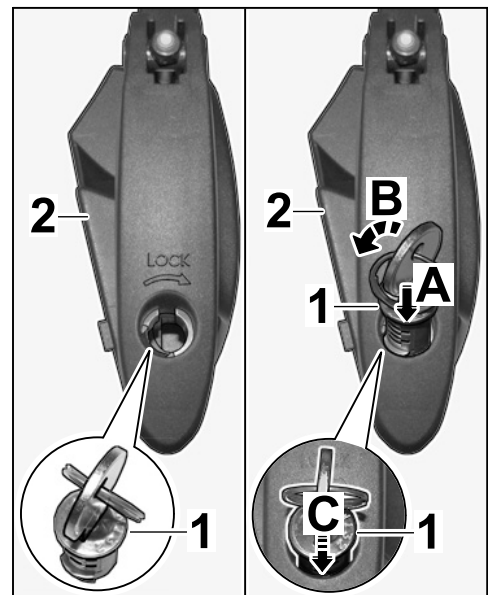

Figura 5
1.2 Montar el bombín en el arco tensor (\Rightarrow Figura 5).
1.2.3 Introducir cuidadosamente el bombín (\Rightarrow Figura 5-A) y girarlo 45° en "sentido contrario al de cierre" (\Rightarrow Figura 5-B).
1.2.4 Introducir el bombín completamente (\Rightarrow Figura 5-C) hasta que encaje y no se pueda extraer.